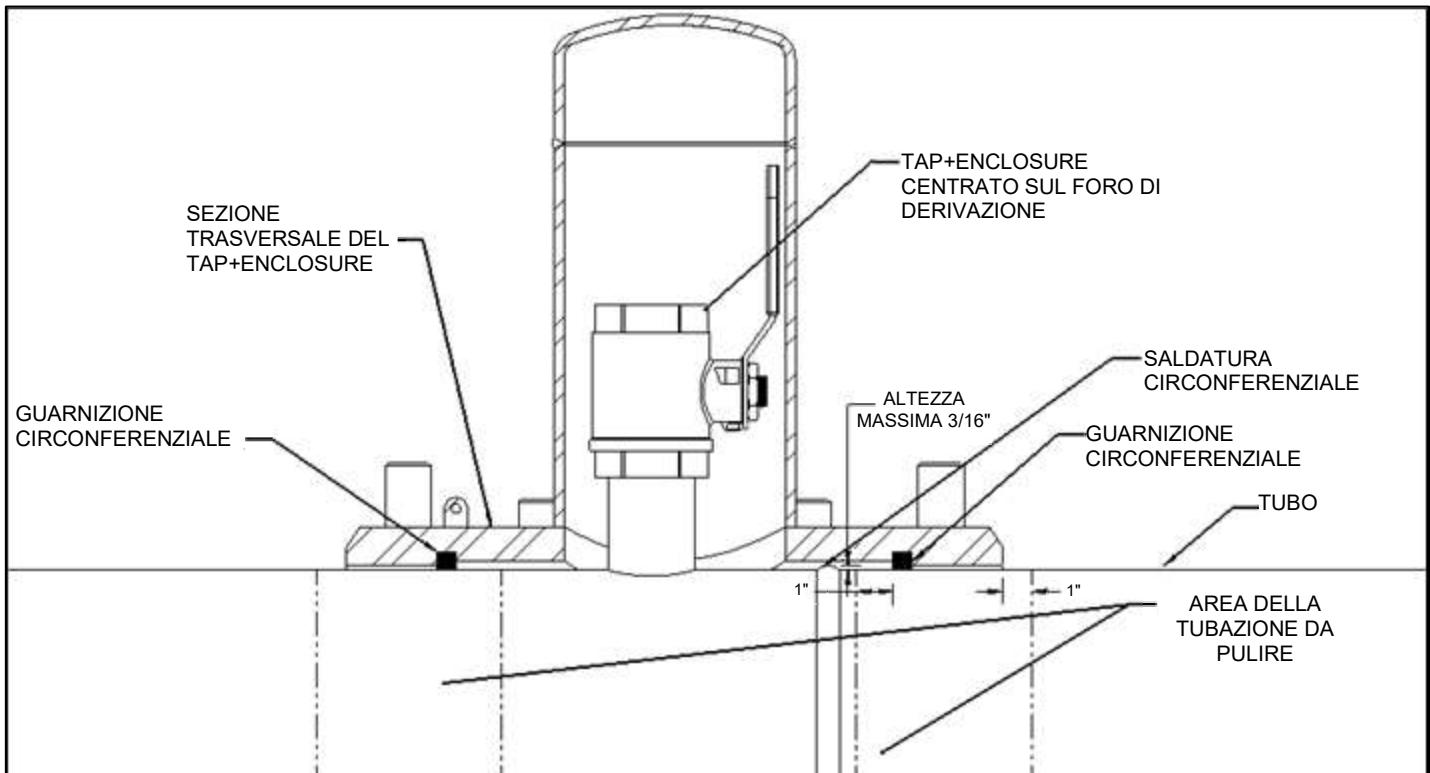

Figura 1
2. Rimuovere tutti i rivestimenti, la ruggine e le incrostazioni dalla superficie del tubo nei punti in cui le guarnizioni circonferenziali della PLIDCO Tap+Enclosure entreranno in contatto con il tubo (vedere Figura 1). È preferibile una finitura quasi "bianca", come indicato in SSPC-SP10 / NACE No.2, estesa per 1" (25 mm) prima e dopo la guarnizione. Più la superficie della tubazione è pulita, migliore sarà la tenuta. Le superfici sabbiate devono essere levigate lisce.
3. Nei punti in cui le guarnizioni circonferenziali entreranno in contatto con saldature longitudinali, saldature circonferenziali, saldature a spirale del tubo o altre sporgenze, le saldature in tale area devono essere molate a filo con il diametro esterno del tubo. L'area deve estendersi per 1 pollice (25 mm) all'interno delle guarnizioni e per 1 pollice (25 mm) oltre l'estremità della corazza, come indicato nella Figura 1 con la dicitura "*Area del tubo da pulire*".
4. Le saldature circonferenziali e longitudinali del tubo tra le guarnizioni circonferenziali non devono essere levigate a filo, purché l'altezza della saldatura non superi 3/16 di pollice (4,7 mm) (vedi Figura 1).